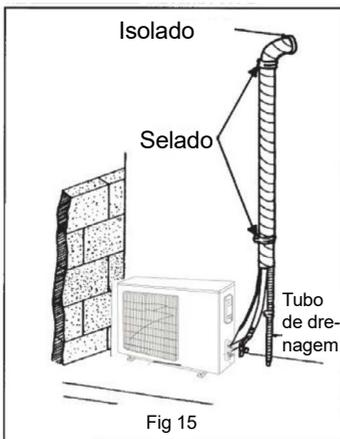

Fig 15
(1). Se a unidade exterior estiver instalada abaixo da unidade interior. (Ver Fig. 15)